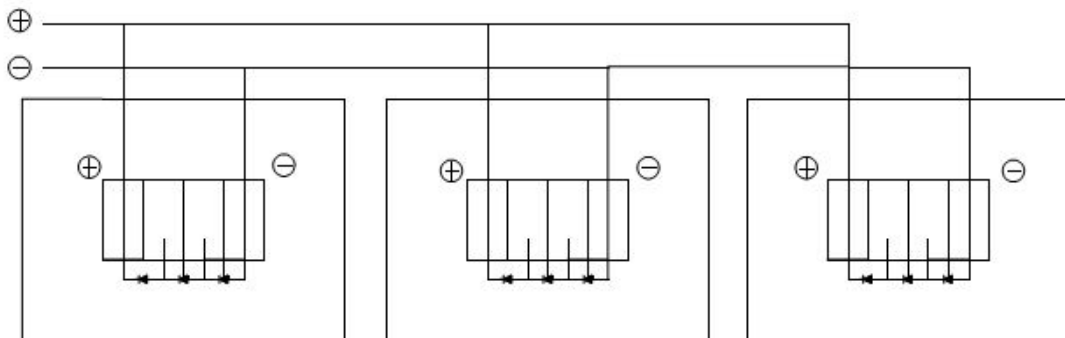

图5 并联增加电流
- 5) 组件并联连接电流累加。从一块组件的正极接线端连接到下一块组件的正极接线端。图5显示的是组件并联连接。